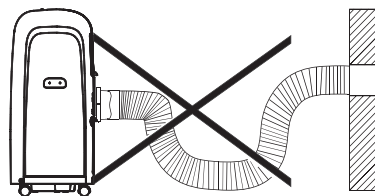

Рис. 2
- 2) Установить кондиционер рядом с окном. Отрегулируйте длину шланга, чтобы добраться до окна. При установке вытяжного шланга убедитесь, что шланг не пережат и не перетянут (Рис. 2).